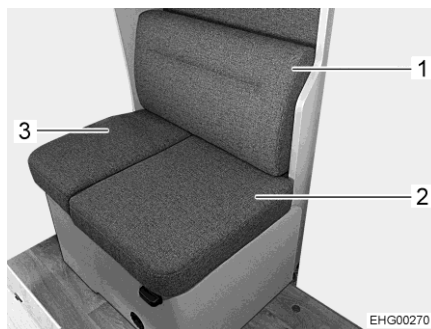

Bild 10 Polster abnehmen
- Rückenpolster (Bild 10,1) von Längssitzbank abnehmen.
- Großes und kleines Sitzpolster (Bild 10,2 und 3) von Längssitzbank abnehmen.